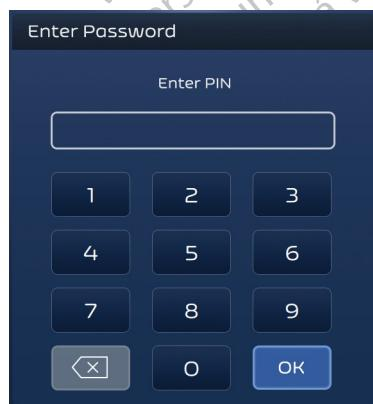

Figura 3. Ecrã de início de sessão a solicitar a palavra-passe de acesso
3. Quando o POST estiver concluído, será exibido o ecrã de início de sessão a solicitar a palavra-passe de acesso. Introduza a palavra-passe de acesso para iniciar a sessão* utilizando o teclado e, em seguida, prima o botão OK (consulte a figura 3).